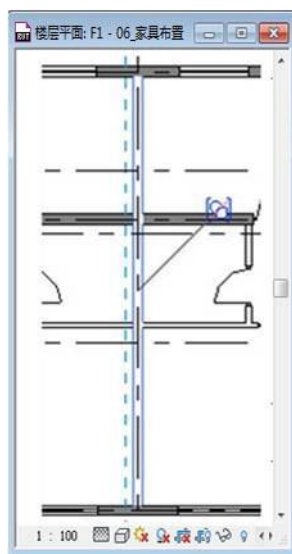

图 3-7
- 7) 同样的方法，按 Tab 键帮助选择 9 轴上的一面重叠的墙，单击该墙旁边的图钉图标，将该墙体排除出组（如图 3-7 所示）。